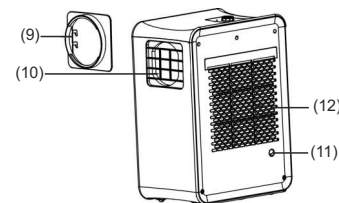

Рис. 4
2. FULL. Индикатор заполненности бака конденсатом. Если загорается данный индикатор, значит емкость для сбора конденсата полна. Необходимо выключить прибор и слить конденсат, открутив заглушку на трубке 11 (рис. 4), после чего его опять можно включить.